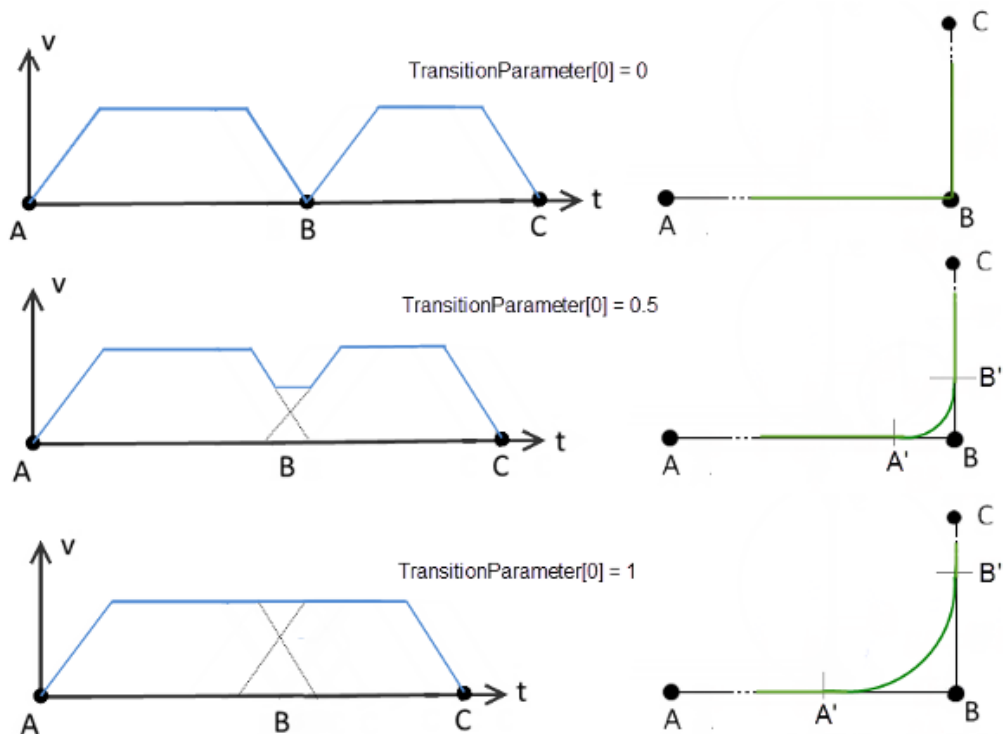

图 7.1 拐角过渡模式
1) 基于速度参数的拐角模式, 拐角路径由图 7.1 中的“**A**”点和“**B**”点组成。